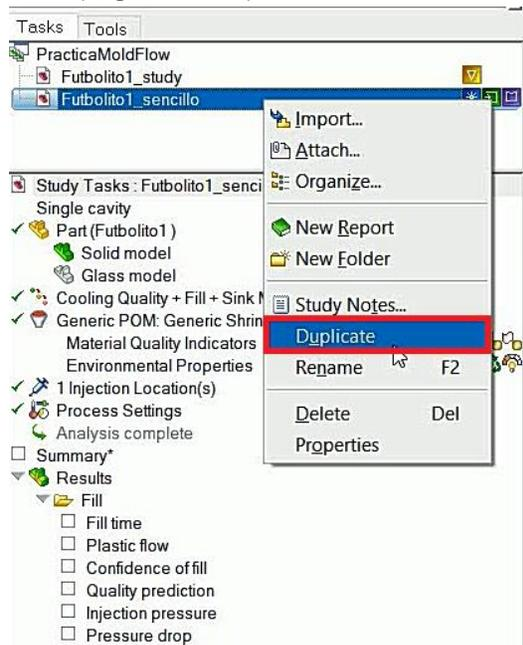

Figura 6.37 Duplicar proyecto.
- Dar click en **Duplicate** (Figura 6.37).